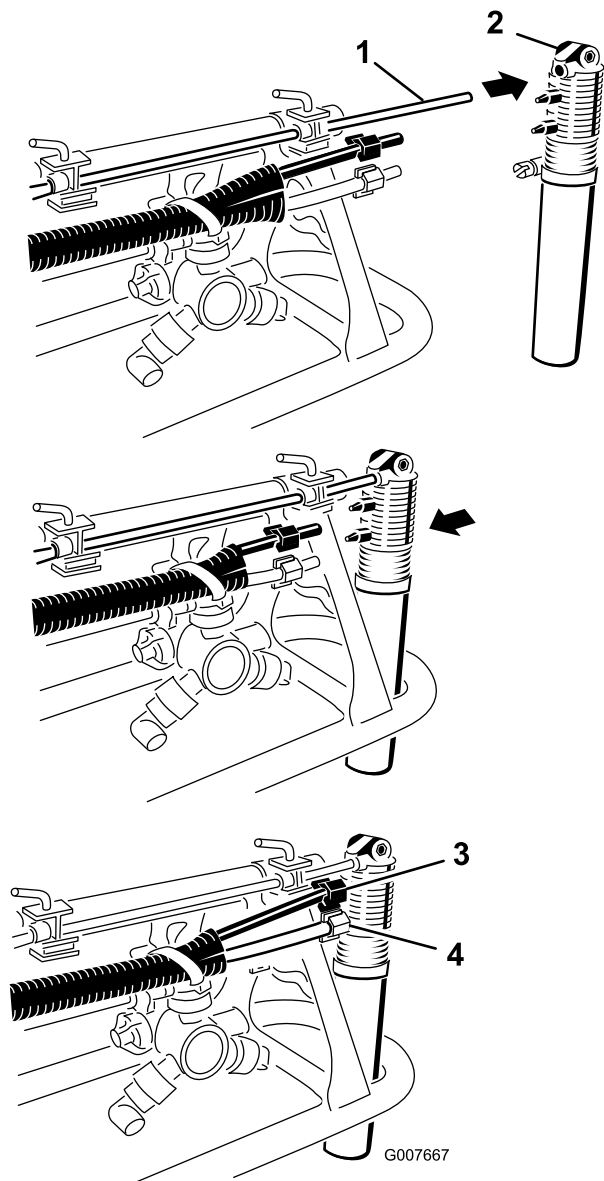

Figure 14
6. Trouvez les buses de mousse dans les pièces détachées. Posez une buse sur la tige de montage comme illustré (Figure 14).